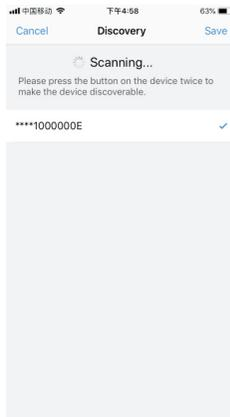

Figure 6
5. Une fois que l'appareil est trouvé, cochez l'appareil et cliquez sur le bouton "Enregistrer", l'appareil sera ajouté avec succès. (comme illustré sur la figure 6)